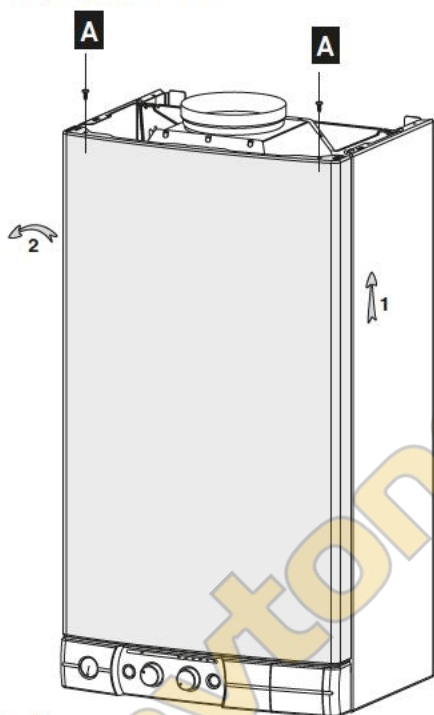

Рис. 7
- выверните два винта **A** блокировки фиксаторов передней панели (рис. 7)